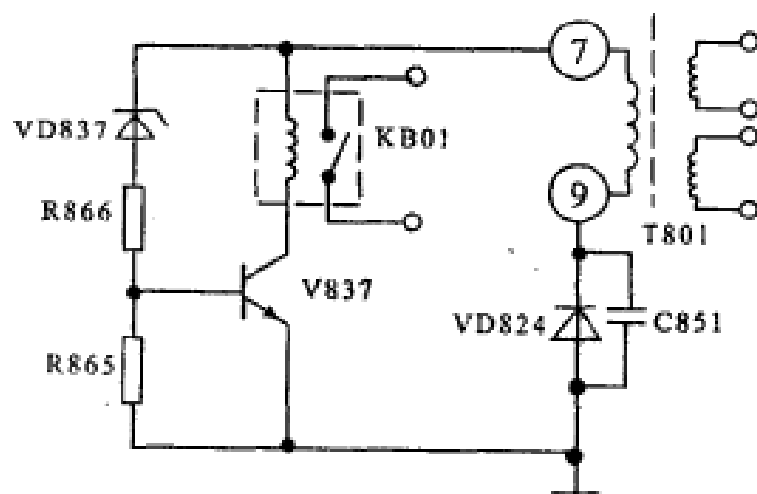

图3
继电器控制电路的等效图见图3所示。该机电源负载工作正常时,继电器驱动管V837导通,继电器KB01吸合,整机正常。V837导通靠开关变压器T801的⑦-⑨绕组足够幅度的脉冲经VD824整流维持,而当以上故障造成电源负载加重或短路时,⑦-⑨绕组的脉冲幅度会明显降低,稳压管VD837不能击穿导通,所以V837截止,致使KB01释放,起到保护作用。当释放后,负载停止工作,所以又吸合,吸合后又会重复上述过程,造成了本例故障。